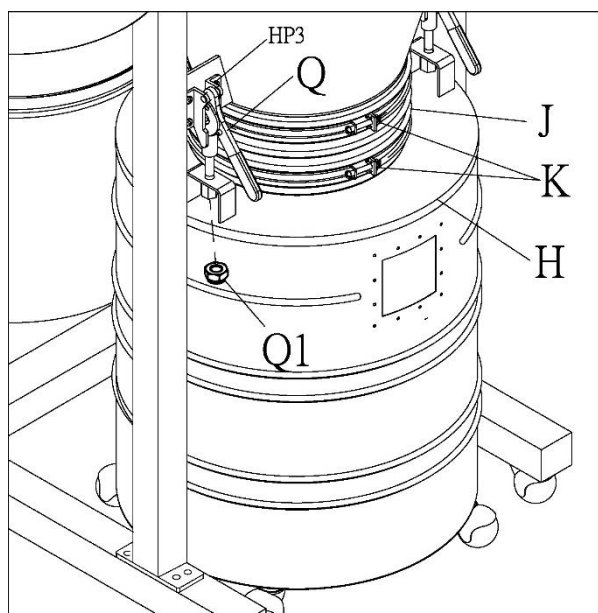

Figure 12
17. Installez le flexible (J) sur le cône du cylindre, puis sécurisez avec deux serrages du flexible (K), en haut et en bas. Voir la Figure 12.
20. Tirez vers le bas les leviers rapides (Q, Figure 12), puis montez le bord du cylindre (H, Figure 12) sur les leviers rapides. Serrez l'écrou long (Q1, Figure 12) sur chaque levier rapide.